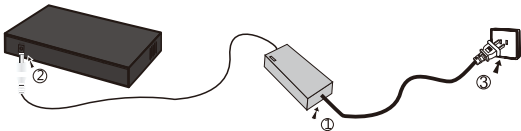

图1.1.2电源连接示意图
2. 外置式的需连接电源适配器，接入AC100~240V，50~60Hz，DC输入12V，如图 1.1.2 所示。